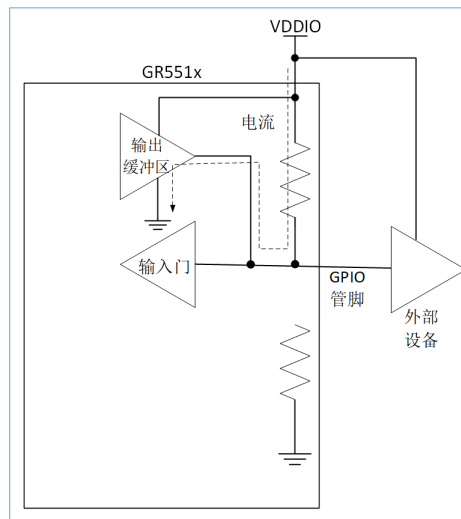

图 4-5 GPIO设为输出且输出低电平的电流图
- GPIO管脚设为输出且处于低电平时，使能上拉电阻，泄露的电流会流经此上拉电阻和低电平输出缓冲区，最终到达地线，如图 4-5所示。